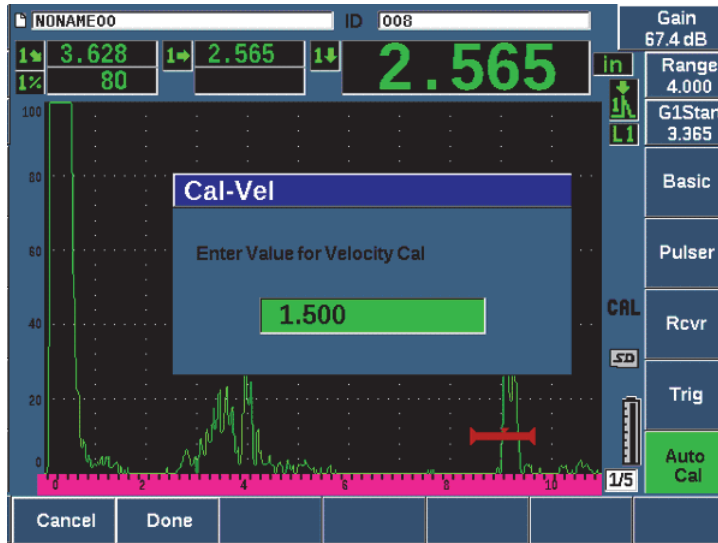

Figura 9-29 Introducción del valor de espesor de calibración de la velocidad
11. Determine el valor en el cuadro de diálogo **Cal-Vel** para que coincida con el espesor conocido del defecto controlado (vea la Figura 9-29 en la página 213).